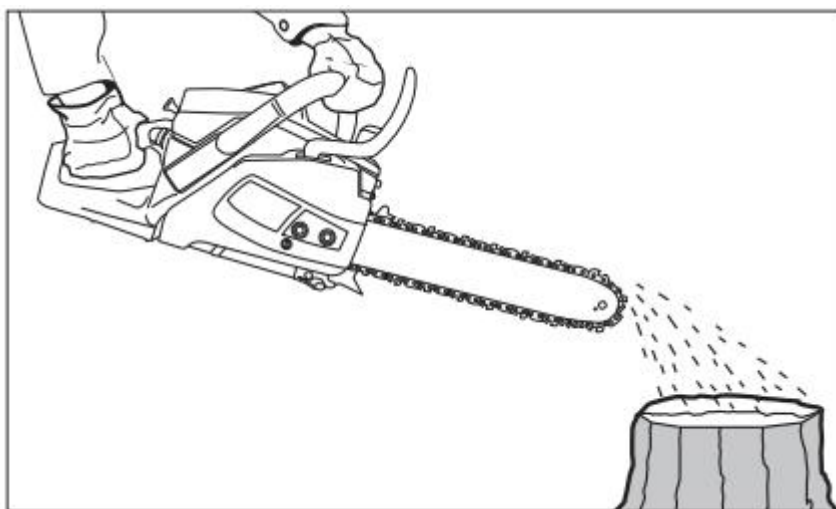

fig. 12
4. Avant de commencer, vérifiez l'alimentation en huile : allumez la tronçonneuse et maintenez-la au-dessus d'une litière appropriée. S'il est suffisamment lubrifié, une légère traînée d'huile se formera (fig. 12).